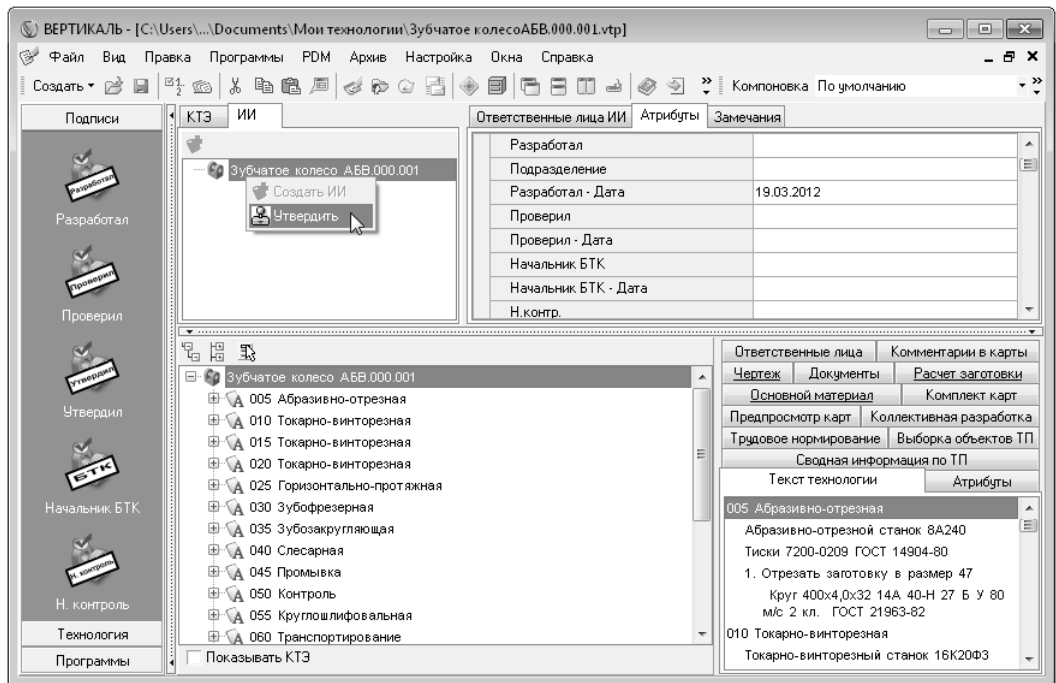

Рис. 10.1.
3. Перейдите на вкладку **ИИ** (извещения об изменении, рис. 10.1). Установите курсор на корневом элементе дерева (в нашем случае это *Зубчатое колесо АБВ.000.001*) и нажмите кнопку **Утвердил** на вкладке **Подписи** на панели вызова программ или выберите из контекстного меню пункт **Утвердить**.